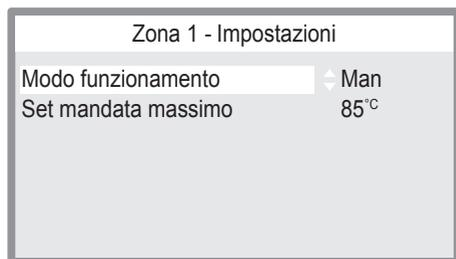

Figura 2.26
- Premere i tasti 12 o 13 (Figura 2.22) per selezionare il menu desiderato tra quelli disponibili (Figura 2.26).